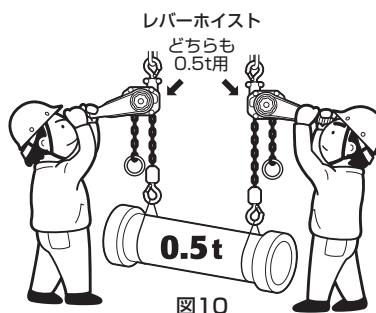

図10
- (31) 共づりする場合は、それぞれの1台のレバーホイストで、その荷をつれる定格荷重のものを使⽤してください。図10
- (32) 本体・ロードチェーンに砂などがたい積しないように常に清掃してください。
- (33) 作業に対し揚程が十分であることを確認してください。